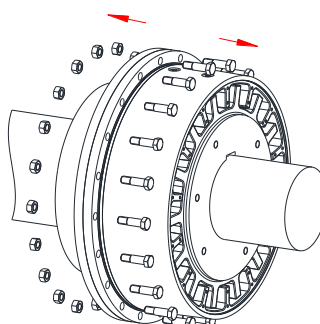

Fig. 25
- Desserrez maintenant les vis d'ajustement à six pans et les écrous à six pans (composant 7 et 8). Ensuite, poussez l'anneau de came (composant 4) dans le sens axial vers l'arrière jusqu'à ce que les élastomères individuels restants soient dégagés (cote de démontage W, voir tableau 1) (voir Figure 25).